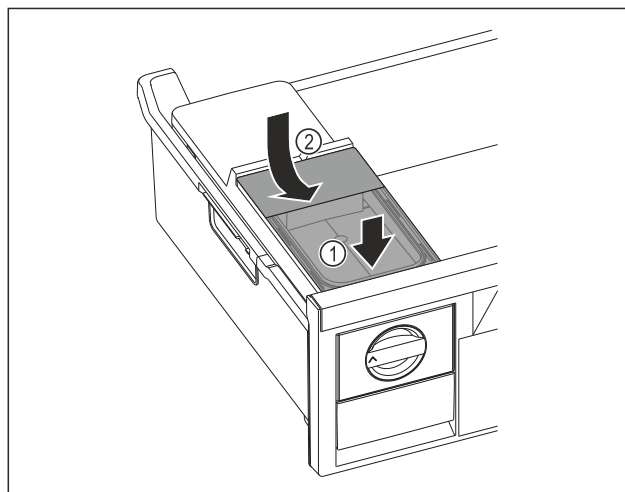

Fig. 139
- Установите бак для воды спереди. Fig. 139 (1)
- ▶ Опустить бак для воды сзади. Fig. 139 (2)